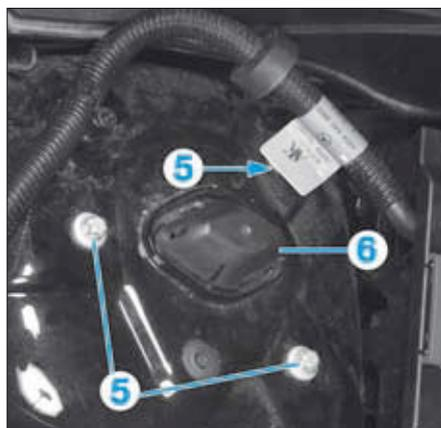

FIG. 12
- Déposer les trois vis (5) de fixation supérieure de l'élément de suspension (Fig.12).
- Dégrafer le capuchon (6) pour sortir l'élément de suspension par le passage de roue.